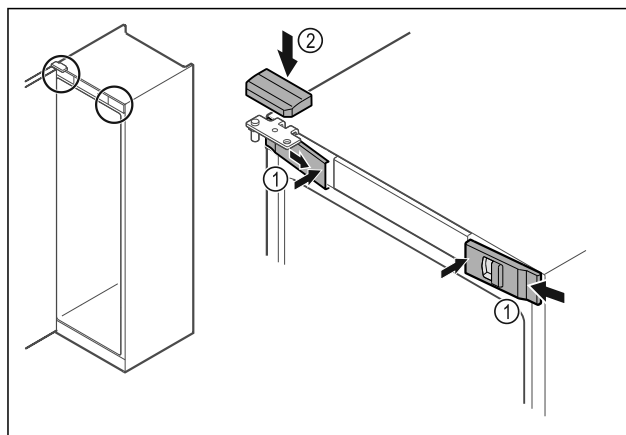

Fig. 53
- Aizkabiniet sānos priekšējos pārsekus Fig. 53 (1) un iekšpusē nofiksējiet.
- Nofiksējiet augšējo pārsegu Fig. 53 (2) no augšpuses.